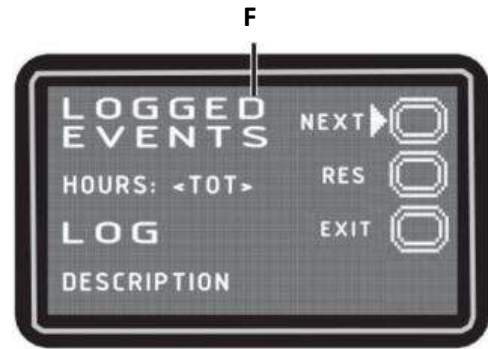

Figure 8
**Écran mémoire alarmes (F, Fig. 8)**